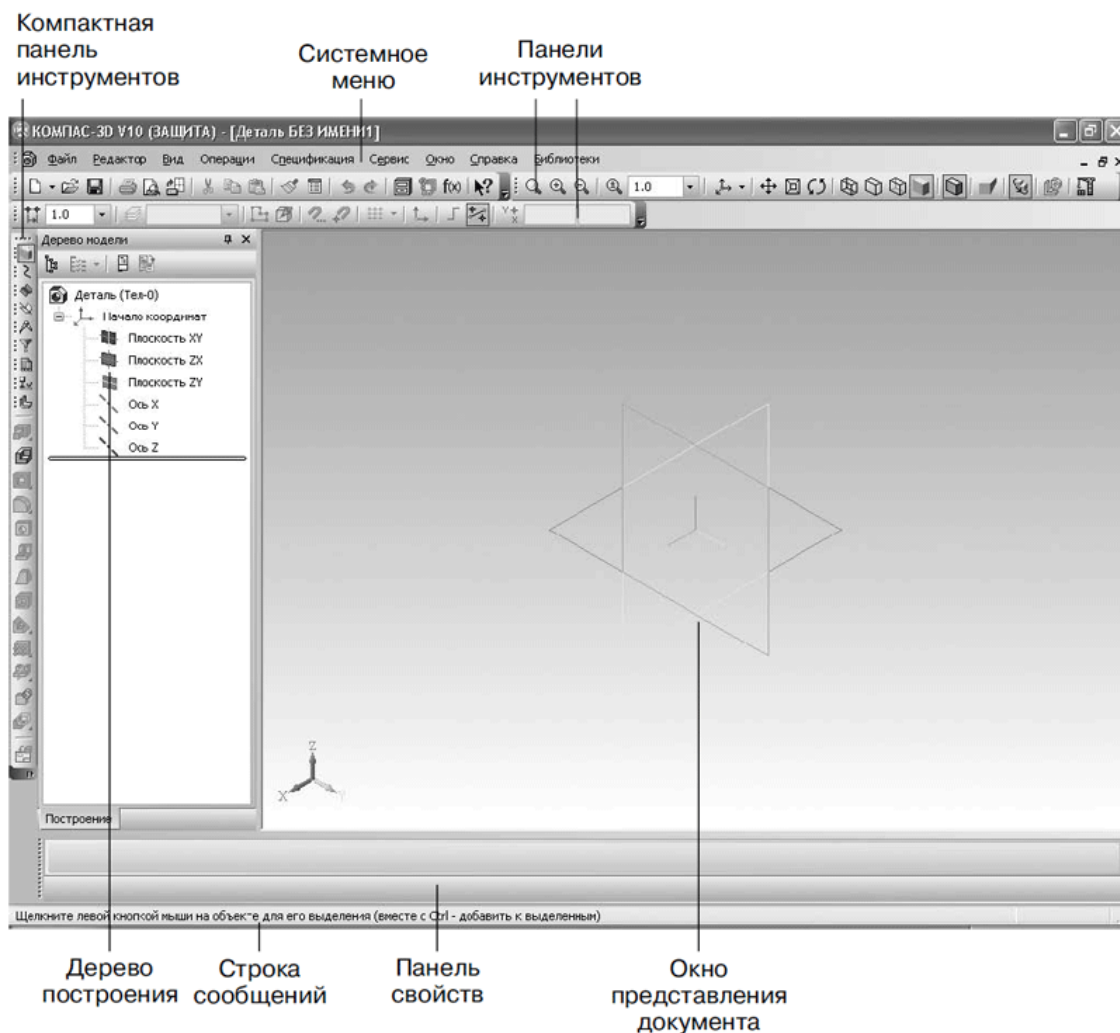
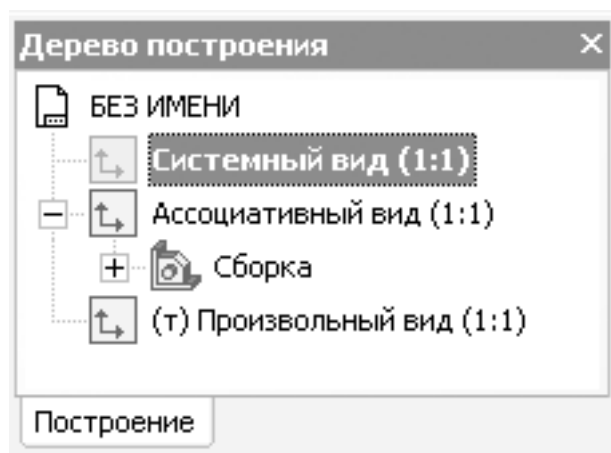

Рис. 1.4. Элементы пользовательского интерфейса системы КОМПАС-3D
Рис. 1.12. Дерево построения чертежа
Для детального знакомства с интерфейсом программы стартовой страницы явно недостаточно, поэтому выберите в диалоговом окне Новый документ тип файла Деталь и нажмите кнопку ОК (или просто воспользуйтесь ссылкой Деталь на стартовой странице программы). Система создаст новый документ КОМПАС-Деталь, при этом главное меню и панели инструментов изменятся (рис. 1.4).
- *Компактная панель инструментов* – наиболее важный и часто используемый элемент интерфейса. Это вертикальная панель, по умолчанию расположенная в левой части окна программы. Она объединяет панели инструментов, предназначенные для создания и редактирования моделей, чертежей или элементов спецификаций. Между панелями инструментов можно переключаться с помощью специальных кнопок (на рис. 1.4 эти кнопки размещены в верхней части компактной панели). Состав компактной панели зависит от типа документа, с которым работает пользователь.
Панель свойств может быть закреплена возле любого края клиентской области главного окна программы. Для этого нужно воспользоваться соответствующей командой подменю Размещение контекстного меню. Его можно вызвать, щелкнув правой кнопкой мыши в любой точке панели свойств. Кроме того, панель свойств может быть зафиксированной (см. рис. 1.4) или плавающей. Плавающая панель в неактивном состоянии скрывается за границей (фреймом) главного окна. Это может быть удобно при небольшом разрешении экрана монитора (например, 800 × 600), так как при этом панель свойств не будет закрывать собой участок клиентской области окна документа. При достаточно большом разрешении экрана режим плавающей панели не совсем удобен, потому что для каждого обращения к свойствам текущей операции панель придется «доставать» из-за края неклиентской области окна (для чего нужно будет щелкать кнопкой мыши на закладке с заголовком панели и ждать, пока панель всплывет).
При установленных флажках возле команд Дерево построения (присутствует только в документе-чертеже) и Строка сообщений в главном окне приложения будут присутствовать соответствующие элементы интерфейса. По умолчанию флажок Строка сообщений установлен всегда, а пункт Дерево построения для чертежа отключен. Сняв любой флажок, пользователь может спрятать одноименный элемент интерфейса программы. Обратите внимание, что дерево построения чертежа (рис. 1.12) отличается от дерева построения сборки или детали (см. рис. 1.4). В нем отображается иерархия видов графического документа. Текущий вид обозначается символом (т) перед названием вида. Если учесть, что во фрагменте, в отличие от чертежа, изображение создается в едином виде масштабом 1:1, то станет понятно, почему при выборе документа КОМПАС-Фрагмент дерево построения пропадает – для фрагмента оно просто не нужно.